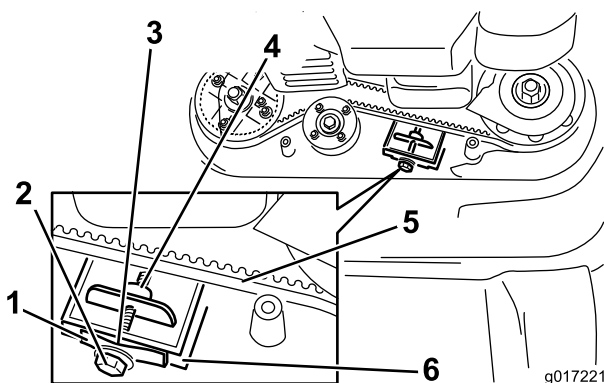

Figura 36
**Nota:** Se il gioco tra calibro e molla è visibile, serrate il bullone e il dado di regolazione in modo che la carta scorra con difficoltà attraverso il gioco (Figura 36).